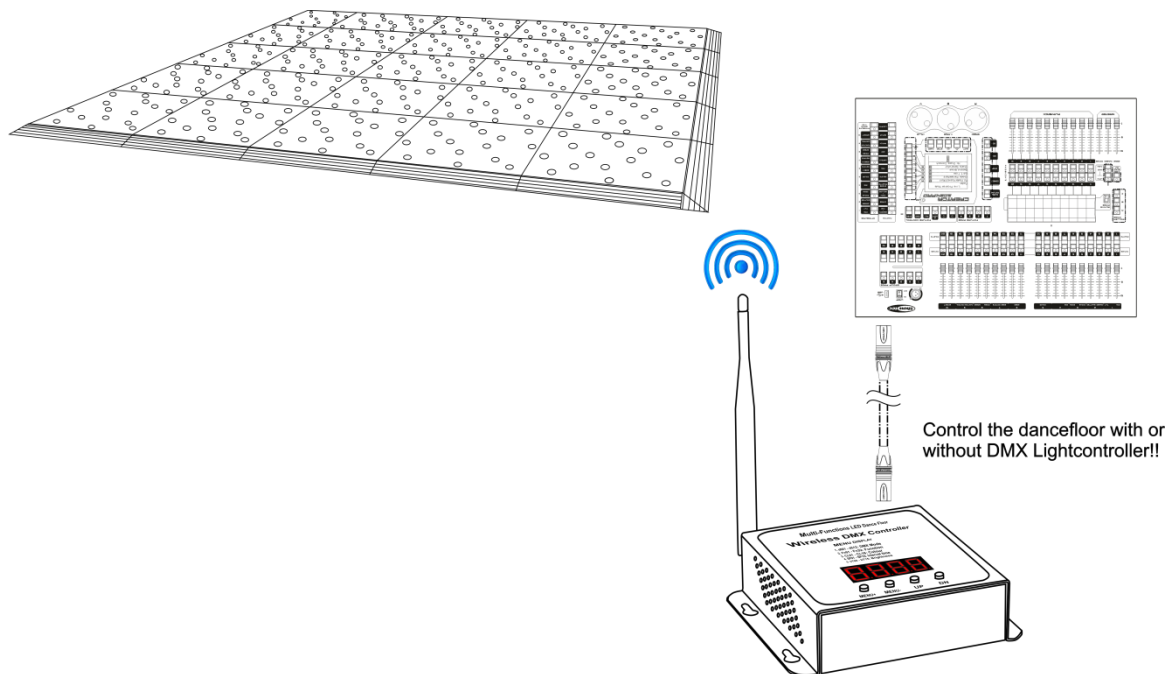

Fig. 12
- 03) Utilisez la boîte ou la console de contrôle pour faire fonctionner la piste de danse ; voir figure 12.